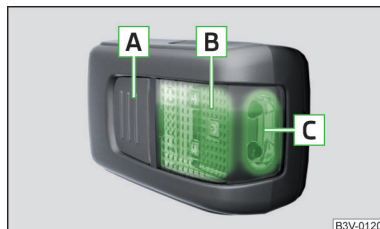

Fig. 144
Descrierea lămpii » fig. 144
- Pentru **aprinderea** lămpii scoase, apăsați butonul **A** » fig. 144. Printr-o nouă apăsare, lampa se **stinge**.
Dacă lampa nu este stinsă și așezată corect în suport, lămpile LED din partea din față a lămpii **C** » fig. 144 se sting automat.